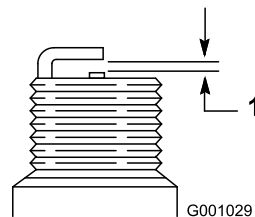

Bild 34
4. Stellen Sie den Abstand der Elektroden an der neuen Zündkerze auf 0,76 mm ein, wie in Bild 34 abgebildet.